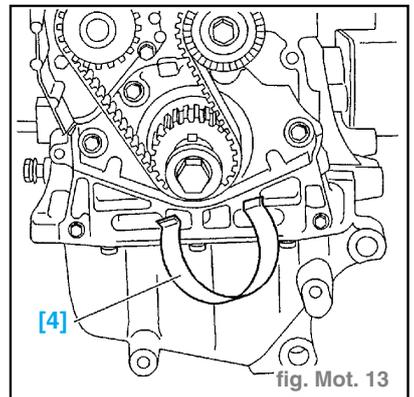

fig. Mot. 13
- Resserrer les vis (27) (à la main).
- Maintenir la courroie avec l'outil [4] (-).0188.K. (fig. Mot. 13)